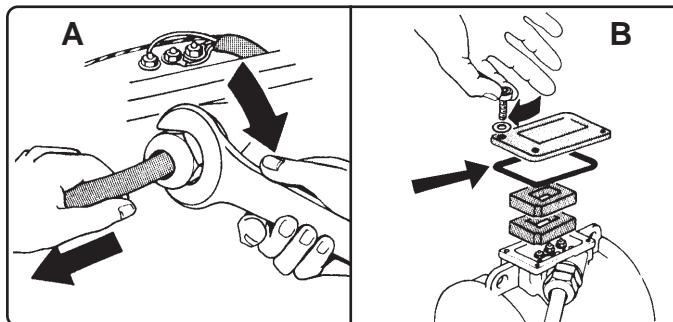

Fig. 18
- Eseguire i collegamenti secondo gli schemi riportati e serrare a fondo il pressacavo (Fig. 18 - A).
- Interporre il tassello pressafili assicurandosi che pressi totalmente i conduttori e montare il coperchio facendo attenzione a non danneggiare la guarnizione (Fig. 18 - B).
- Make the connections according to the relative diagrams and fully tighten the cable grip (Fig. 18 - A).
- Insert the foam rubber block, checking that it completely presses down the conductors. Mount the cover, **taking care** to prevent damage to the seal (Fig. 18 - B).
- Effectuer les raccordements suivant les schémas reportés et serrer le raccord à fond (Fig. 18 - A).
- Interposer le raccord presse-étoupe en s'assurant qu'il est bien en place et monter le couvercle en **faisant attention** à ne pas endommager le joint (Fig. 18 - B).
- Die Anschlüsse entsprechend der vorstehenden Anschlußpläne vornehmen und dann die Kabelverschraubung fest zuschrauben (Fig. 18 - A).
- Den Kabelpreßblock auflegen und sicherstellen, daß er die Leiter sicher blockiert. Dann den Deckel festschrauben und achtgeben, daß dabei die Dichtung nicht beschädigt wird (Fig. 18 - B).
- Efectuar las conexiones siguiendo los esquemas expuestos y apretar a fondo el prensacable (Fig. 18 - A).
- Intercalar el pasador prensa-cables controlando que fije correctamente los conductores. Montar la tapa **prestando atención** a no dañar la junta (Fig. 18 - B).